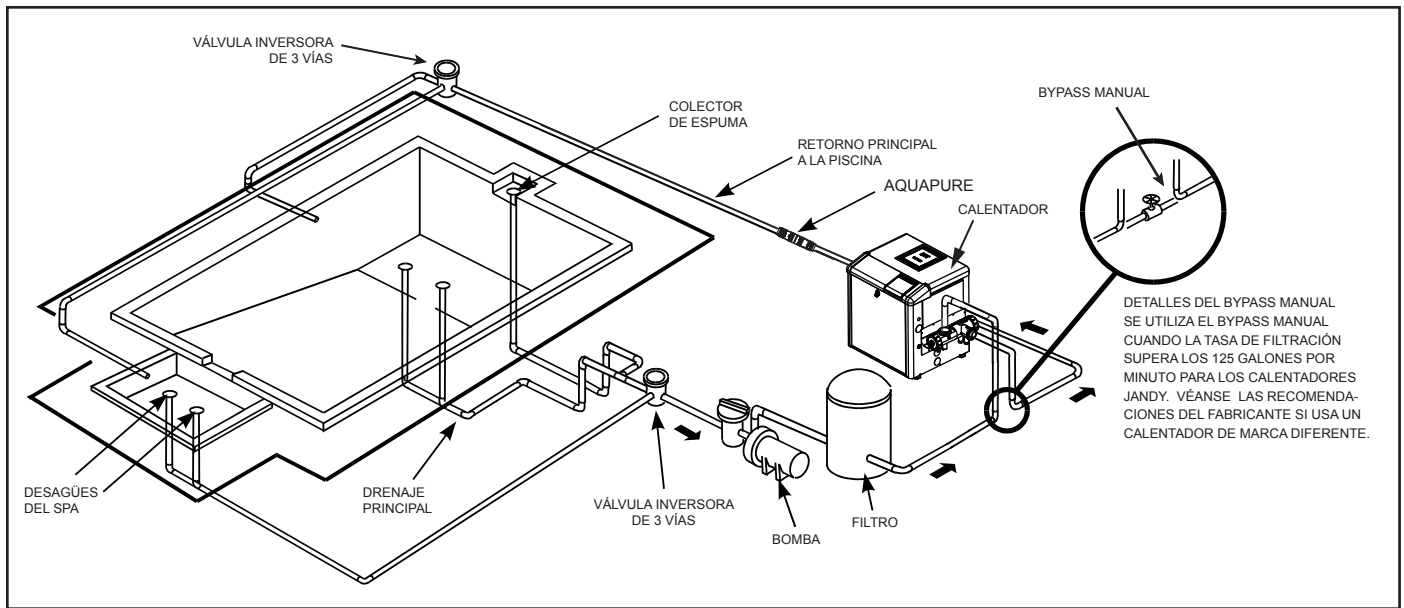

Figura 2. Instalación típica de tubería
1. Zodiac® recomienda que la bomba se instale a un (1) pie (30 cm) sobre el nivel del agua. Véase la Figura 2 de una instalación típica. La bomba no puede colocarse a más de tres (3) pies (1 m) por encima o por debajo del nivel del agua de la piscina.
- Las bombas de la serie ePump con SVRS deben conectarse con al menos dos (2) bocas de succión hidráulicamente balanceadas para cada línea de succión de la bomba. Consulte la Figura 2. Cada desagüe debe estar provisto de tapas que cumplan con la última edición publicada de la norma ANSI®/ASME® A112.19.8 o norma sucesora ANSI/APSP-16. Las bocas de succión deben colocarse al menos a tres (3) pies (1 m) de distancia o en diferentes planos. Las bocas de succión pueden ser un drenaje y una espumadera, dos
(2) desagües, dos (2) espumaderas, o una espumadera con una línea de igualación instalada. Para detalles y directrices adicionales, véase las normas ANSI / APSP 7, el estándar para evitar atrapamiento por succión en las piscinas, piscinas para niños, spas, jacuzzis, y sumideros. Compruebe los códigos locales los requisitos de una instalación correcta. Todos los códigos locales tendrán prioridad sobre otros códigos.